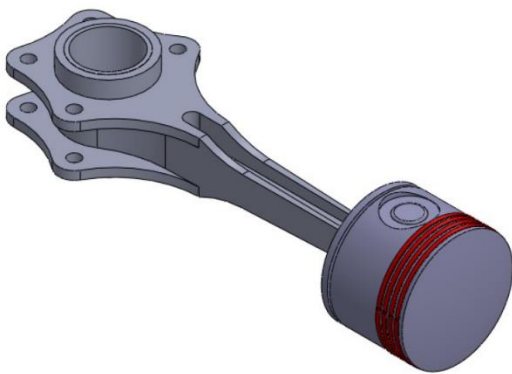

Рисунок 8.51 – Компоненти, зібрані в основній збірці
- в) Створіть новий документ збірки та зберіть компоненти основної збірки (рис. 8.51).